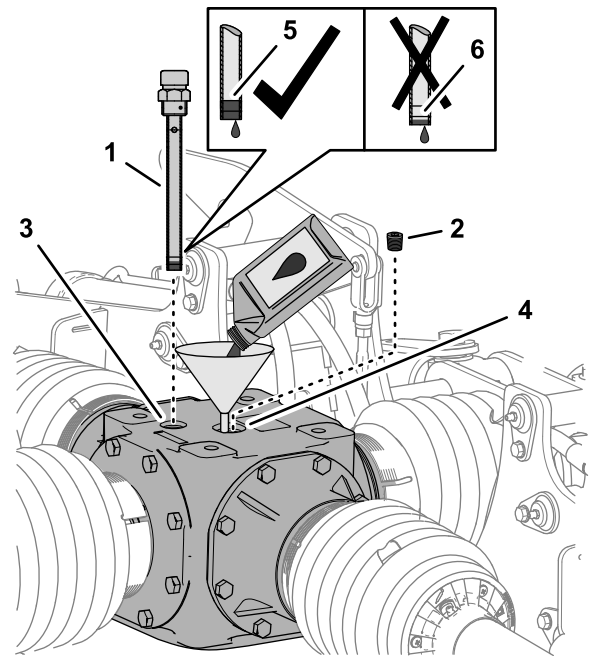

Figura 61
1. Togliete l'asta di livello dal relativo foro nella parte superiore della scatola ingranaggi centrale e pulitela (Figura 61).
2. Togliete il tappo di riempimento dal relativo foro nella parte superiore della scatola ingranaggi (Figura 61).
3. Aggiungete 2.484 ml del lubrificante per ingranaggi specificato nella scatola ingranaggi, attraverso il foro di riempimento (Figura 61).
4. Avvitare l'asta di livello nel foro, togliete l'asta di livello e controllate il livello del lubrificante (Figura 61).
6. Avvitare l'asta di livello nel foro di riempimento e serrate l'asta di livello (Figura 61).
7. Montate il tappo di riempimento nel relativo foro e serratelo (Figura 61).